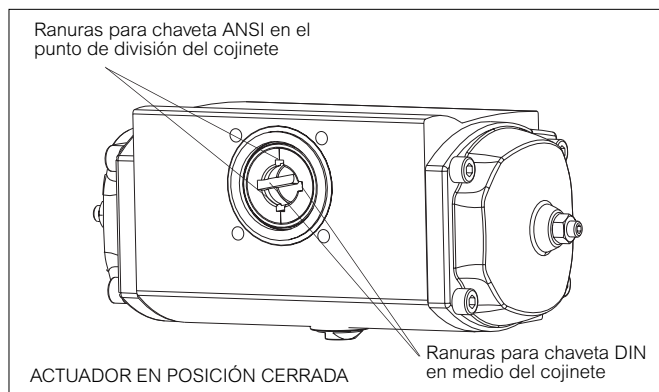

Fig. 20. Posiciones de las ranuras para chaveta en el actuador
- Antes de la instalación, revise la correcta posición del eje de la válvula. En el cojinete tipo chaveta hay cuatro ranuras para chaveta, de las cuales dos han sido diseñadas para válvulas con chaveta DIN y dos para ejes de válvula con chaveta ANSI (por ejemplo, válvulas M1 y M2). La ranura para chaveta DIN está situada en el centro del medio cojinete y la ranura para chaveta ANSI, en el punto de división entre las dos mitades del cojinete. La Fig. 20 muestra la posición de la ranura para chaveta cuando el actuador está en posición cerrada.